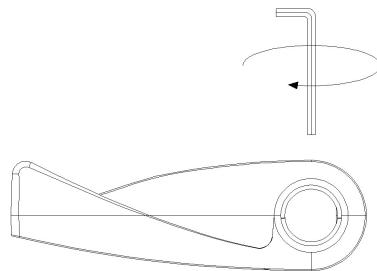

Рис. 7
6. Убедитесь, что регулятор надежно прикреплен к нагревателю (рис. 7).